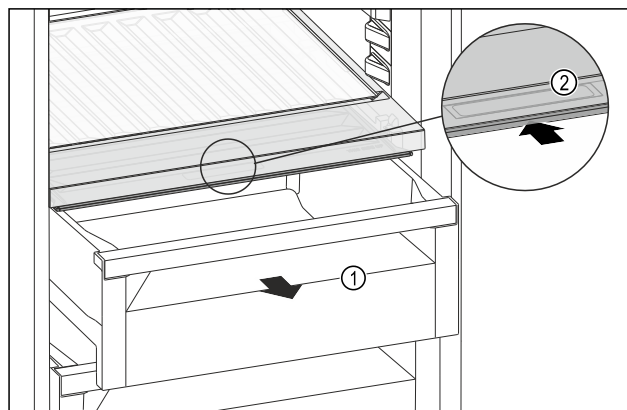

Fig. 119
- ▶ Zásuvku Fig. 119 (1) vytáhněte.
- ▶ Uchopte prohlubeň pro rukojeť Fig. 119 (2) na víku zásuvky a současně zasuňte víko zásuvky směrem dozadu.